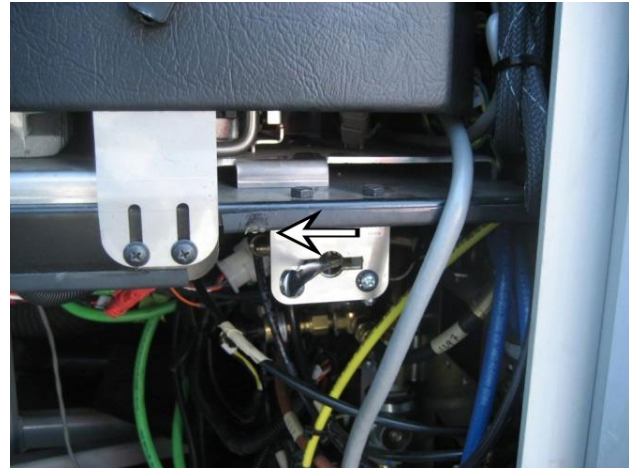

FIGURE 58: EMBLACEMENT DU LEVIER DU RÉGULATEUR POUR LES AUTOCARS DE BANLIEUE
8. Lever l'arrière du véhicule suffisamment pour permettre l'installation des blocs sous l'essieu moteur (Figure 58).